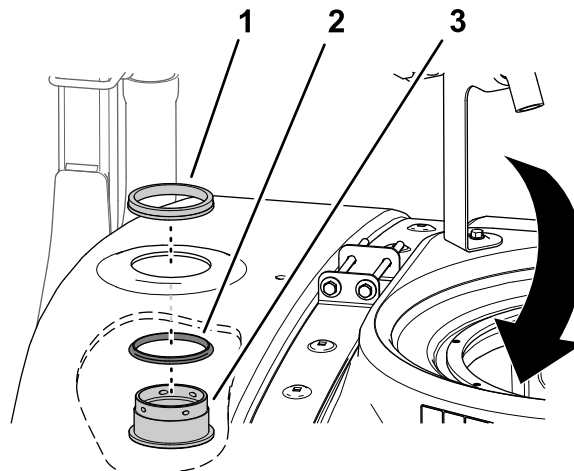

Figure 28
1. Enfilez le joint sur le raccord de traversée (Figure 28).
2. Montez le raccord de traversée assorti du joint dans le trou que vous avez créé à la rubrique Perçage de la cuve (page 15), en passant par l'intérieur de la cuve (Figure 28).
3. Fixez le raccord de traversée à la cuve au moyen de la bague de verrouillage (Figure 28).